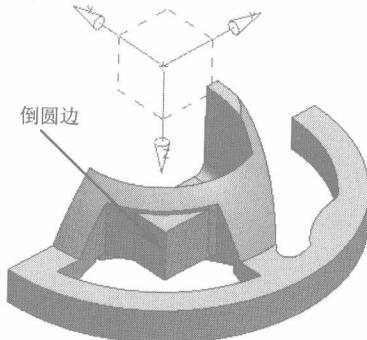
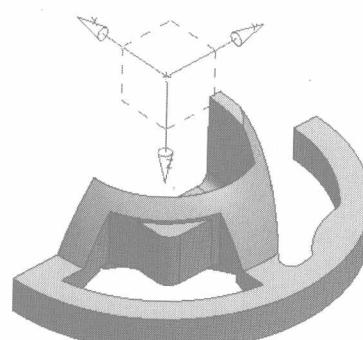

图1-26
图1-27
8. 在菜单栏中选取【插入】/【细节特征】/【边倒圆】命令，弹出【边倒圆】对话框，选取图 1-26 所示的实体边缘作为倒圆边，输入圆角半径为“1.2”，单击**确定**按钮创建边倒圆特征，如图 1-27 所示。